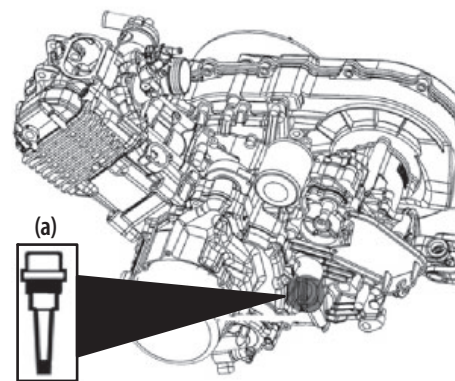

Figure 5-11
2. Pour vérifier le niveau d'huile, retirez la jauge (a), essuyez-la avec un chiffon, replacez-la dans le réservoir d'huile et ne la vissez pas. Puis, retirez-la pour vérifier le niveau d'huile. Si nécessaire, ajoutez de l'huile jusqu'au repère PLEIN sur la jauge (a). L'emplacement de la jauge est indiqué à la Figure 5-11.